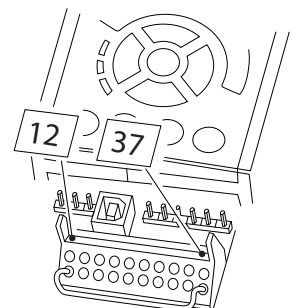

Abbildung 2.1 Kabelbrücke (Jumper) zwischen Klemme 37 und 24 VDC
1. Entfernen Sie die Kabelbrücke zwischen Klemme 37 und 24 V DC. Alleiniges Durchschneiden oder Unterbrechen des Kabels reicht nicht aus. Es muss vollständig entfernt werden, um Fehlkontaktierung zu vermeiden. Siehe Kabelbrücke unter *Abbildung 2.1*.